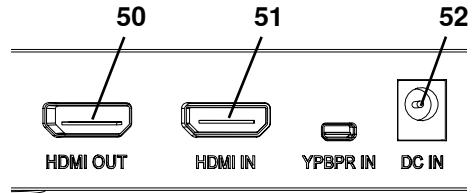

図35
⇒HDMIビデオレコーダーのRECボタン(56、図35)を押します。
- ◆ シグナルLED(55、図35)が赤に変わります。
⇒ヘッドセットのマイクロфонのケーブルのプラグ(ピンク色のプラグ)をMIC IN接続端子(54、図35)(ピンク色の印)に差し込んでください。